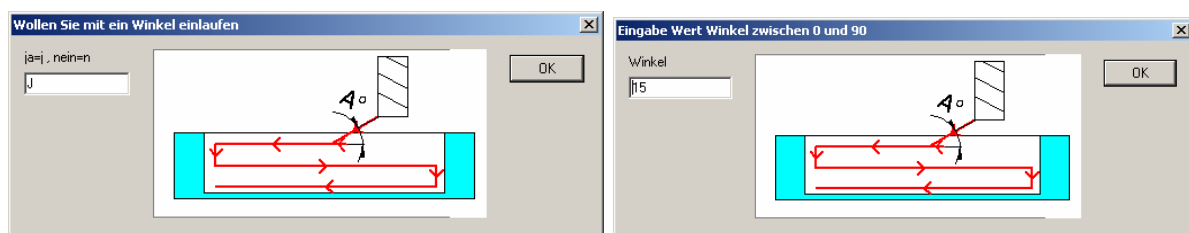

Abbildung.17
Als nächstes soll über eine Rampe eingetaucht werden. Sie bestätigen mit Ja (J) und geben 15 Grad als Rampenwinkel ein. (siehe Abbildung.17)